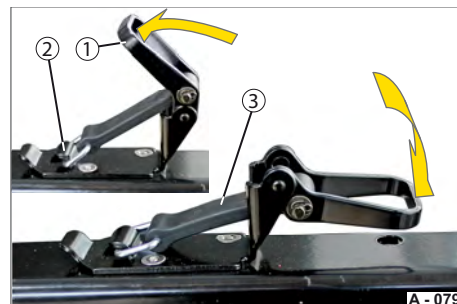

Abb. 100 Gummi-Zugverschluss bedienen
- ▶ Entriegeln Sie den Gummi-Zugverschluss - schwenken Sie den Hebel (Abb. 100/1) nach oben.
- ▶ Setzen Sie die Öse vom Spanngummi (Abb. 100/3) auf den Haken (Abb. 100/2).